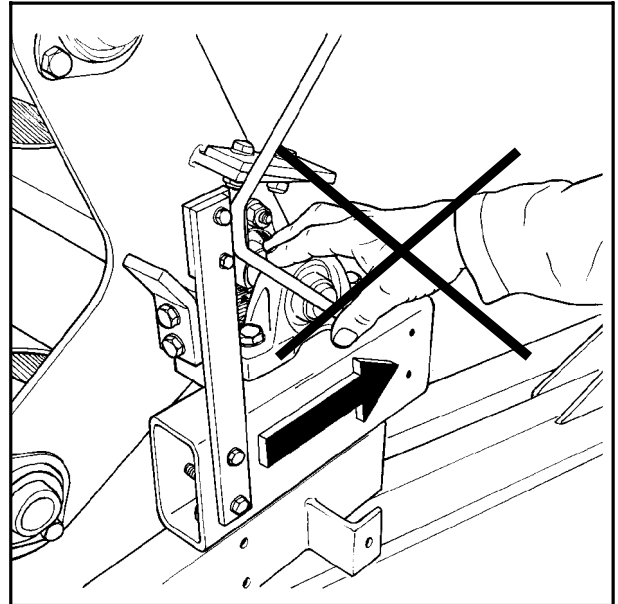

Bild 2-3
3. Auf dem Drehtisch ist eine "Schneidevorrichtung" montiert, die die Plastikfolie vor jedem neuen Wickelvorgang abtrennt. Diese "Schneidevorrichtung" ist sehr scharf und kann zu Schnittverletzungen führen (Abb. 2-3). Passen Sie deswegen auf Ihre Finger auf!